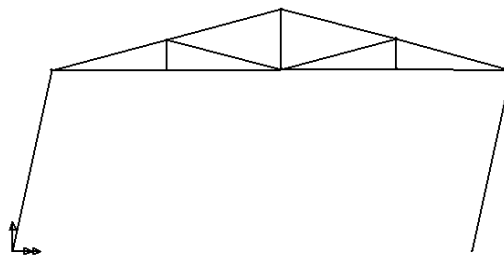

Fig. 51
- pe ecranul calculatorului va fi afișată deformată structura corespunzătoare cazului activ de încărcare (cazul 2) (fig. 51)